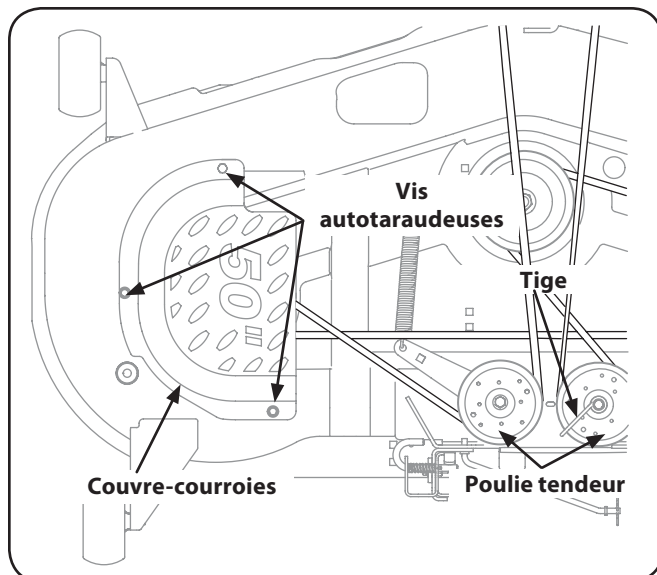

Figure 7-7
2. Retirez les couvre-courroies en enlevant les vis autotaraudeuses qui les maintiennent sur le plateau de coupe. Voir la Fig. 7-7.
3. Desserrez, mais n'enlevez pas la tige de garde de la courroie sur la poulie située près de l'arrière du plateau de coupe. Voir la Figure 7-7.